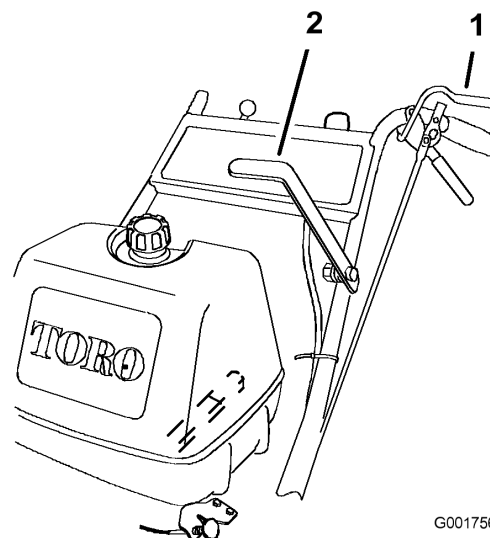

Figure 8
1. Serrez les leviers de détection de présence de l'utilisateur (OPC) contre les poignées (Figure 8).
2. Poussez le levier de commande des lames (PDF) fermement en avant jusqu'à ce qu'il bascule en position de verrouillage (Figure 8).
Pour désengager les lames, tirez le levier de commande des lames à fond en arrière (Figure 8). Le moteur s'arrête quand les leviers OPC sont relâchés et que le levier de commande des lames est engagé.